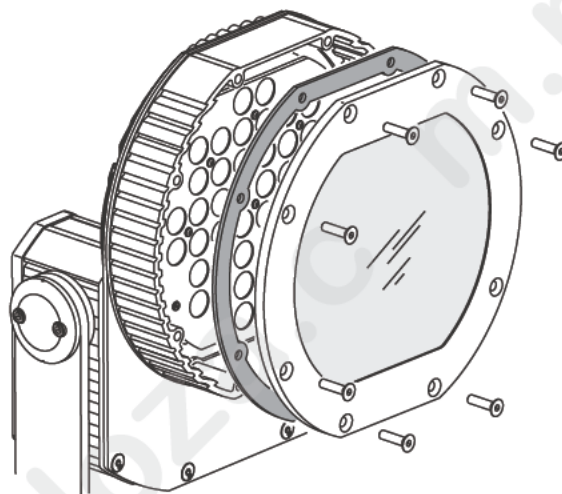

Figura 17: Tornillos de la cubierta frontal y su junta
2. Observar la Figura 17. Extraer los tornillos de la cubierta frontal y quitar el frontal y su junta.